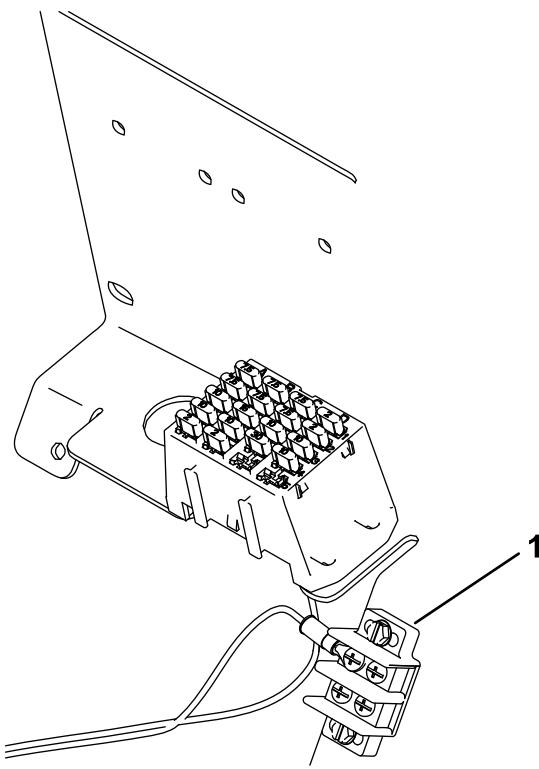

Figura 6
5. Fije el conector con el terminal de anillo a un terminal vacío en el bloque de tierra (Figura 6).